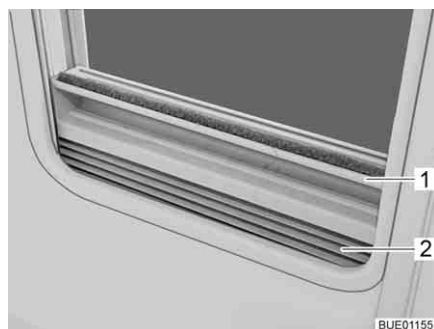

Bild 48 Plisségardin
- Stänga:** ■ Ta tag i mitten på plisségardinens (Bild 48,2) list (Bild 48,1) och drag den nerifån och upp och släpp loss den vid önskad höjd. Plisségardinen stannar på denna höjd.